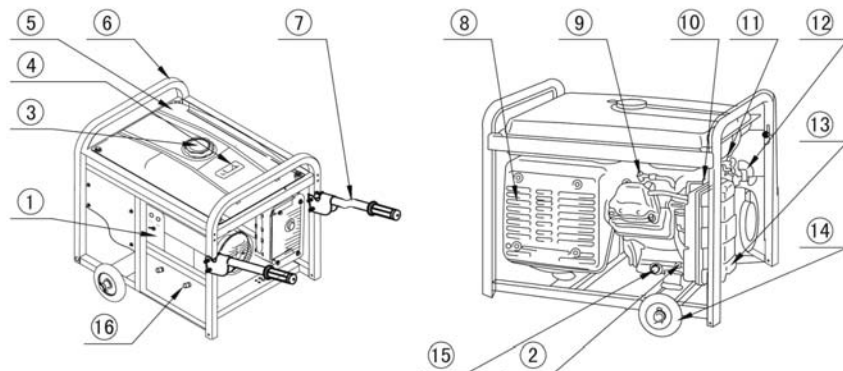

рис. 1
Общий вид генератора схематично представлен на рис. 1
Рис. 1: 1. Панель управления генератором. 2. Щуп - пробка заливного отверстия (масло). 3. Крышка бензобака 4. Индикатор уровня топлива. 5. Бензобак 6. Рама 7. Рукоятки для транспортировки. 8. Глушитель 9. Свеча зажигания. 10. Рычаг воздушной заслонки 11. Топливный кран 12. Ручка возвратного стартера 13. Воздушный фильтр 14. Колёса 15. Пробка сливного отверстия 16. Щиток с проводкой.
6.2.1 Вывинтить шуп 2 (рис. 1) и залить в картер масло соответствующего типа до нижнего края горловины. Вставить сухой чистый шуп в горловину картера и вынуть его. Проверить уровень масла: граница смоченной области шупа должна располагаться между отметками минимального и максимального уровней.
6.4.2. Для заправки необходимо снять крышку топливного бака 3 (рис. 1), под которой располагается топливный фильтр. Залить топливо через топливный фильтр посредством воронки. Не заполняйте топливный бак под горловину, Необходимо оставить около 2 см свободного пространства для циркуляции паров топлива.
6.5.2 Перевести топливный кран 11 (рис. 1) в положение “ON” (рис. 3).
6.5.3 Перевести рычаг управления воздушной заслонкой 10 (рис. 1) в крайнее левое положение при пуске холодного двигателя и в промежуточное при пуске прогретого двигателя.
6.5.5 Плавно вытяните до упора трос ручного стартера за ручку 12 (рис. 1) и верните в исходное положение.